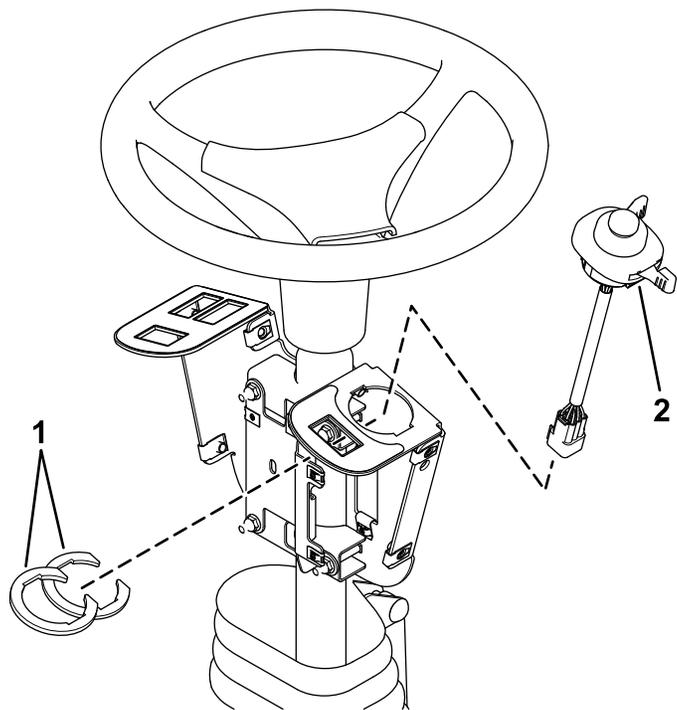

Figura 5
2. Instale el interruptor multifunción en el bastidor de interruptores y fíjelo con los clips de interruptor debajo del taladro para el interruptor (Figura 5).